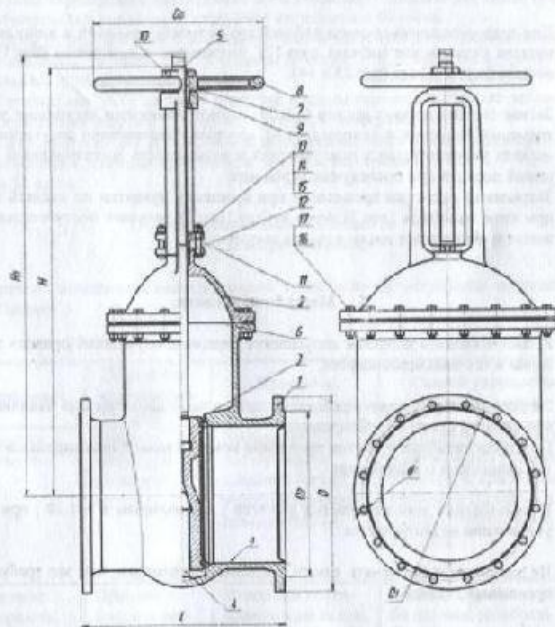

Рис.1
Примечание: (см. Рис.1)
4.1. Устройство задвижки: (см. Рис.1)